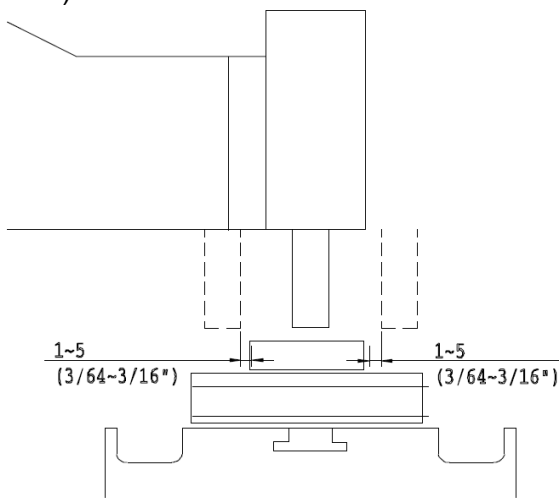

Рис. 6.8a
2.a. Для лучшей обработки (точность, плоскостность) это важно для шлифования, чтобы обработать оба края деталей рекомендуется учитывать заход и выход шлифовального круга 1-5 мм (Рис.6.8a).